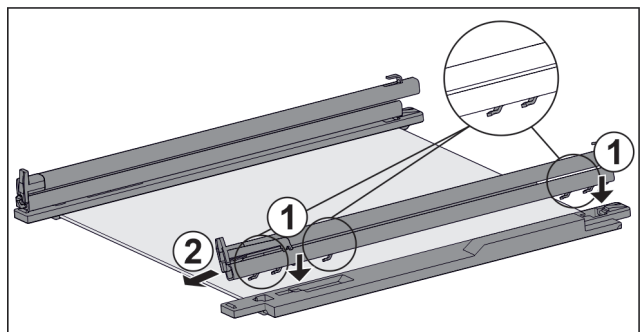

Fig. 59 Стъклена плоча с релси и задържащи части
- ▶ Поставете куките на релсата върху отворите на **лявата** задържаща част. *Fig. 59 (1)*
- ▶ Издърпайте релсата напред. *Fig. 59 (2)*
- ▶ Поставете куките на релсата върху отворите на **дясната** задържаща част. *Fig. 59 (1)*